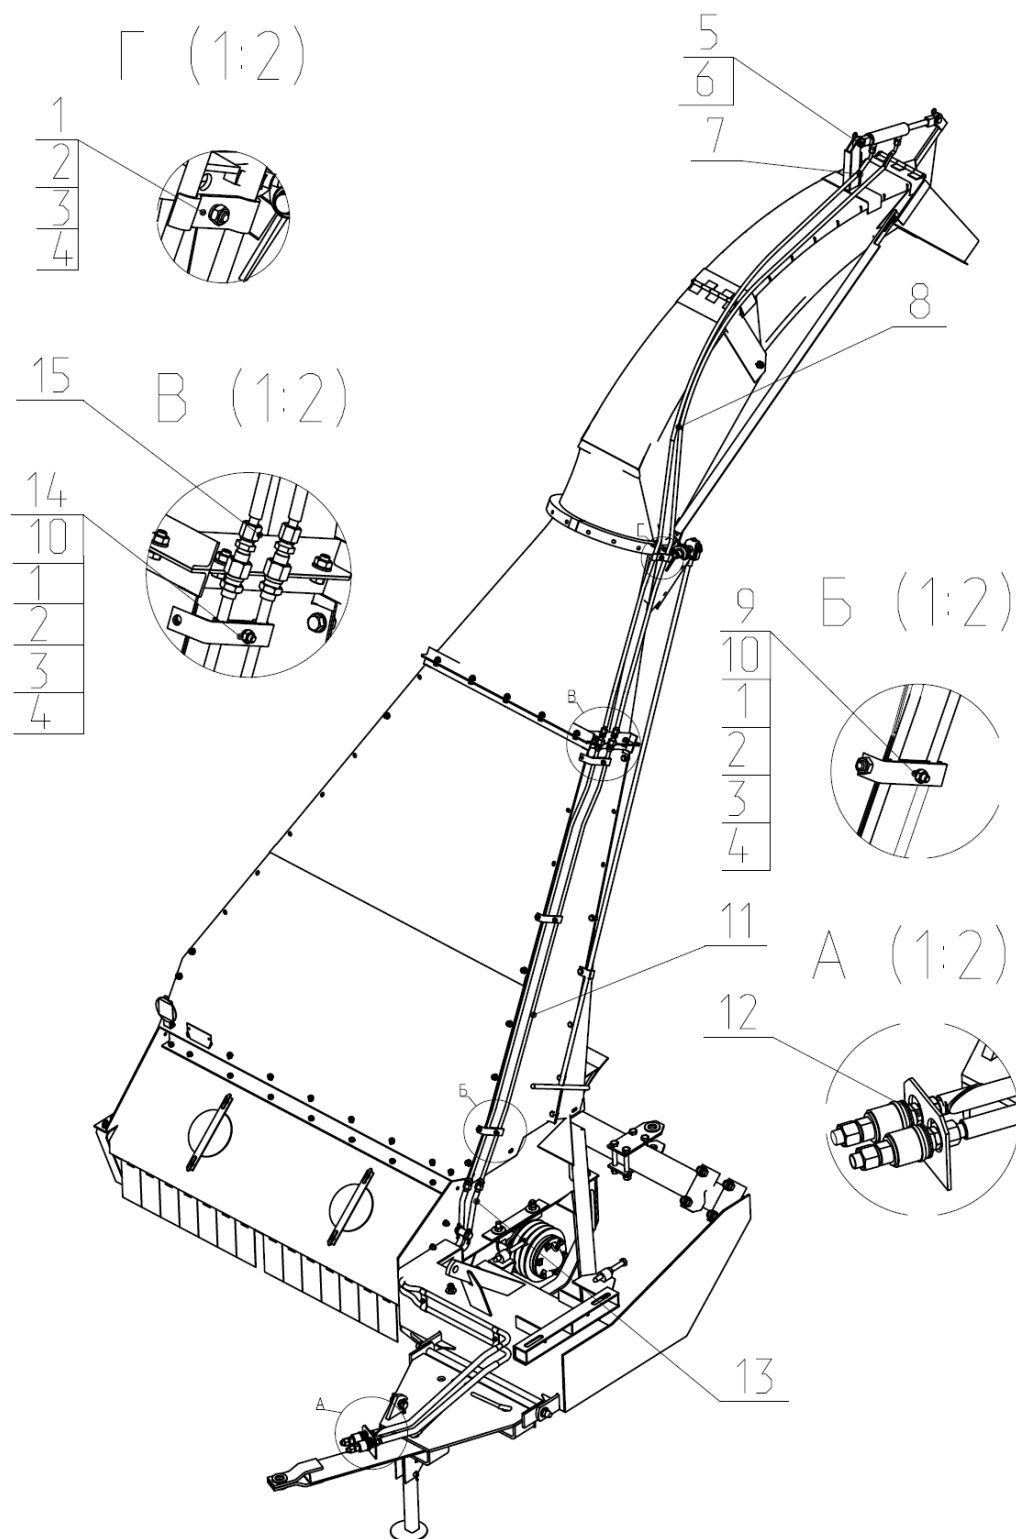

Рис.8 Схема сборки гидросистемы
2.11 Установка гидросистемы (рис.8).